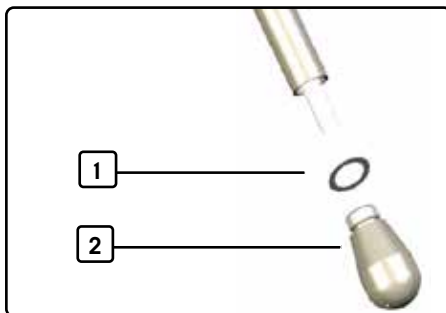

Abb. 9 Düse der Lanze, demontiert
2. Düse [2, Abb. 9] der Lanze mit der Hand abschrauben und zur Seite legen.
4. Düse einschließlich Dichtung [1, Abb. 9] wieder anschrauben.